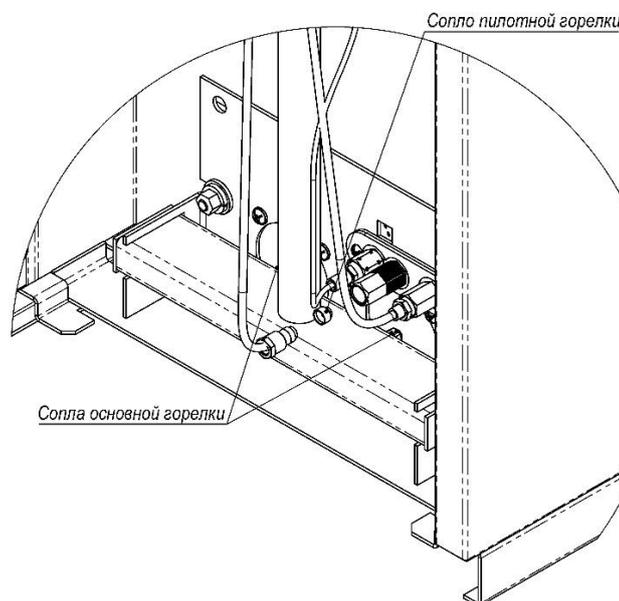

Рис. 1 Сопла основной и запальной горелок
- заменить все сопла основных горелок (Рис.1) согласно таблице 1 (установочный размер резьбы сопла М8х1);
- снять газоход пилотной (запальной) горелки (Рис.1);
- заменить сопло (Рис.1) пилотной (запальной) горелки для природного газа - Ø0,41мм, на сопло для сжиженного газа - Ø0,25мм (допускается отрегулировать давление газа винтом настройки расхода газа на запальную горелку без замены сопла);